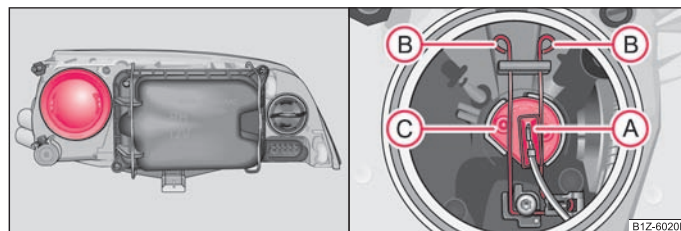

Fig. 150 Smontaggio della copertura di protezione della lampadina abbagliante / Smontaggio della lampadina abbagliante
- Staccare la calotta di protezione dal retro del faro → fig. 150 - a sinistra.
- Rimuovere il connettore (A).
- Premere le graffe (B) in direzione del faro e quindi sganciarle lateralmente.
- Rimuovere la lampadina (C) e montarne una nuova prestando attenzione a inserire i naselli di fissaggio sull'attacco della lampadina nelle cavità del riflettore.